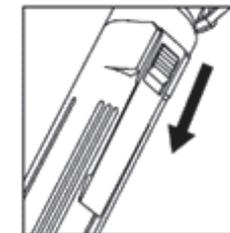

fig.1
4.3. Ligue o aparelho, empurrando o botão ON/OFF para baixo (Fig. 1).